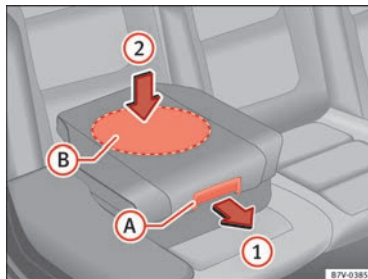

Fig. 33 Seggiolino per bambini integrato: abbassare il cuscino.
- Tirare il cuscino in avanti dalla leva di sbloccaggio ⇒ fig. 33 A nella direzione indicata dalla freccia 1.
→ fig. 33 ②. In caso contrario, il cuscino potrebbe torcersi e non incastrarsi correttamente. ■